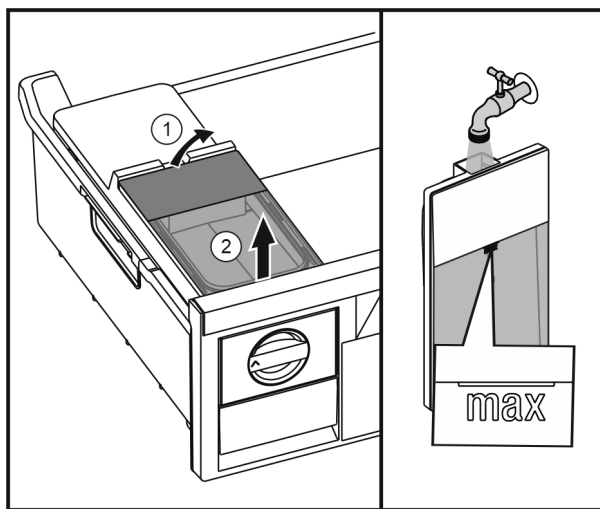

Fig. 38
- ▶ Zvedněte vzadu nádržku na vodu Fig. 38 (1) a poté ji vyjměte směrem nahoru Fig. 38 (2).